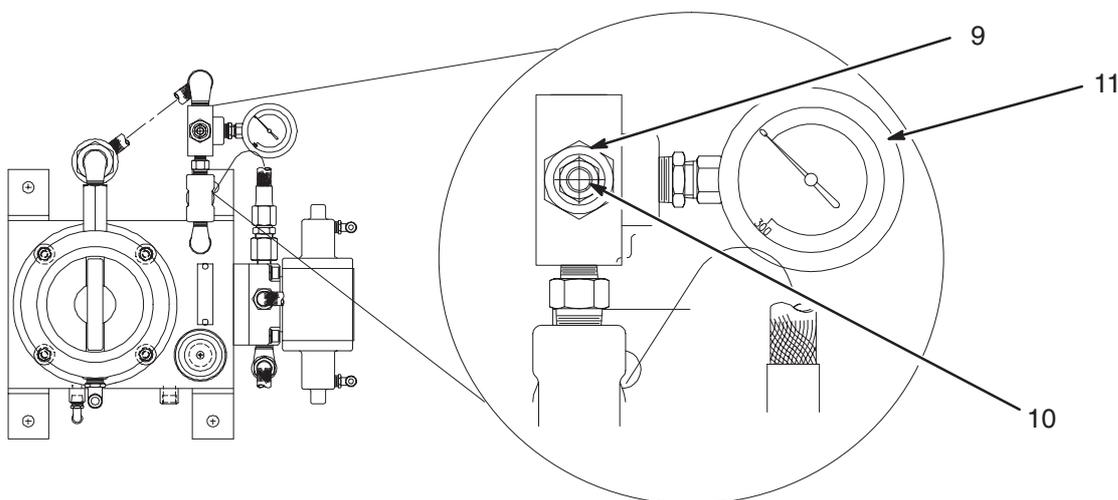

Fig. 12
3. Ajuste el regulador del fluido hidráulico (Fig. 12):
- a. Afloje la contratuerca (9) con una llave de 14 mm.
- b. Ajuste la presión del fluido a la presión deseada girando el tornillo de ajuste del regulador (10) con una llave hexagonal de 4 mm. Observe los cambios que se producen en el manómetro del fluido (11).
- c. Apriete la contratuerca (9).